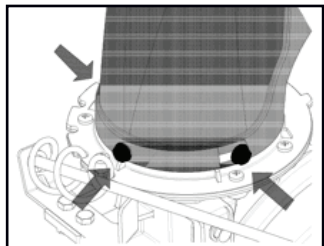
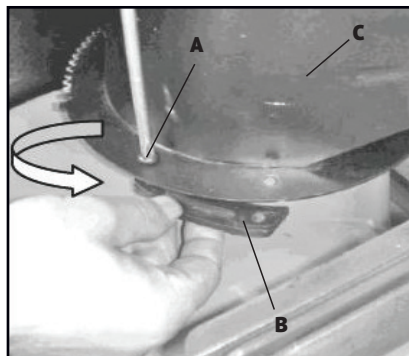

Рис. 7
Рис. 8
- Поместите желоб на посадочное отверстие, закрепите его болтами с квадратным подголовком внутри и гайками снаружи. (рис. 7).
- Сначала отвинтите болты **A** и освободите пластины крепления **B** (рис.8), поместите желоб **C** на штатное место **D** (рис.7а).
- Подложите под желоб **C** пластины фиксации **B**, сопоставьте отверстия и закрепите болтами **A** как показано на рис.8.
Рис. 7а